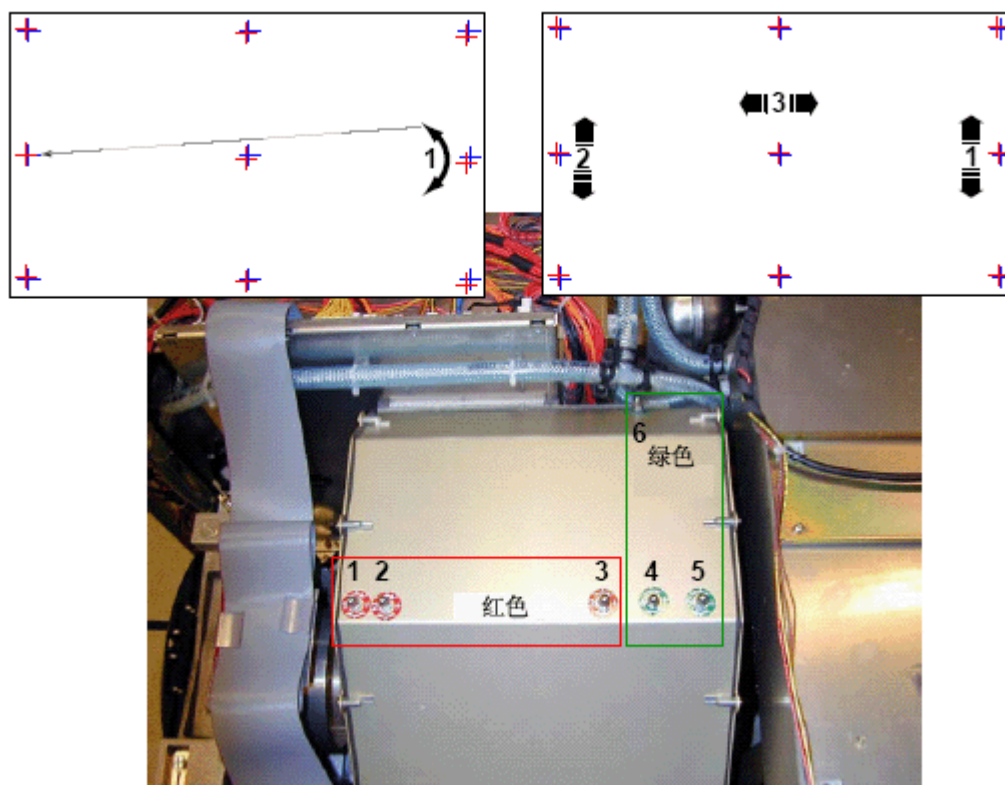

图 9-20 红色聚焦调节
- 调节控制1，去除红色图像较之蓝色图像的倾斜。（图9-20）